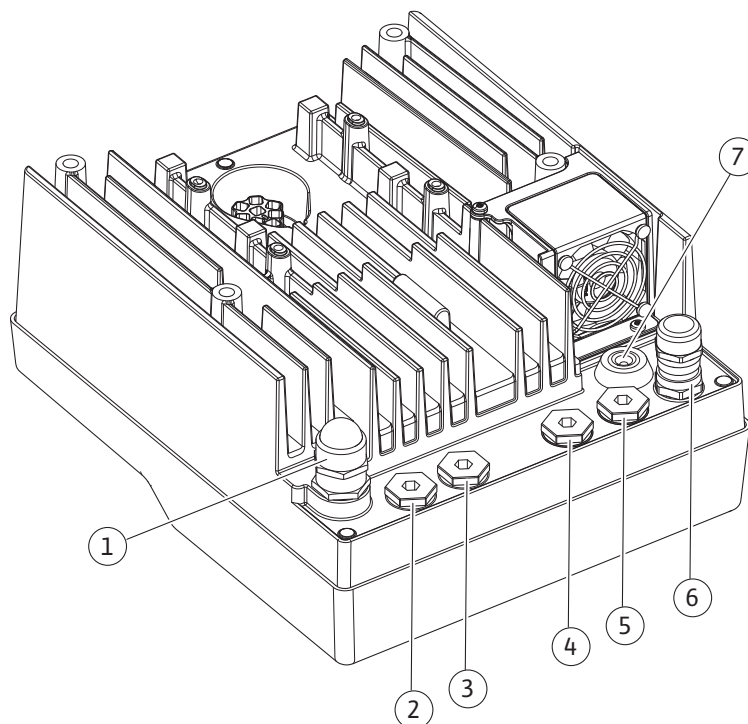

Fig. 10: Kabljske uvodnice / kabljski priključci
- CIF modul na automatičnoj zgradi (sabirnička komunikacija): Oklop se povezuje s kabelskom provodnicom na elektroničkom modulu (Fig. 10).
4. Priključni kabel provedite kroz kabelsku uvodnicu M25 (Fig. 10, poz. 1). Kabelsku uvodnicu stegnite utvrđenim zakretnim momentom.